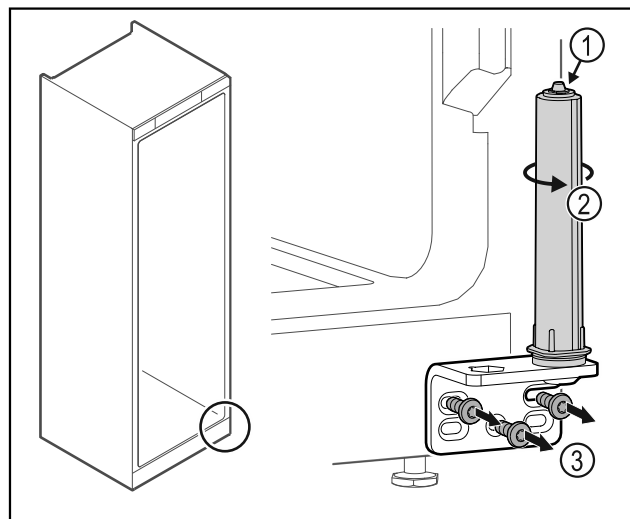

Fig. 51
- 请勿拆解关门系统 Fig. 51 (1)。
- 转动关门系统 Fig. 51 (2)，直至听到咔嚓声。
- 拧下合页角铁 Fig. 51 (3)。